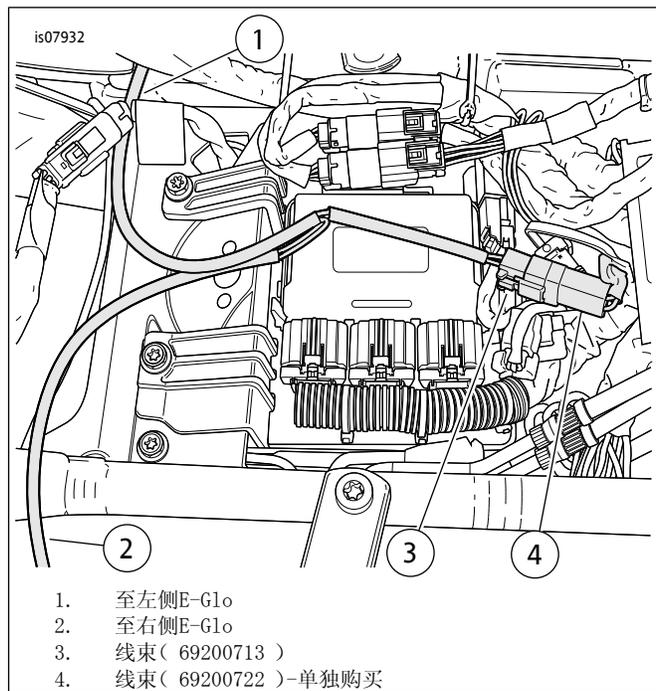

图3。安装电气连接线束
3. 参见图3。按照该套件中的说明安装电气扩展线束(参见安装要求)。